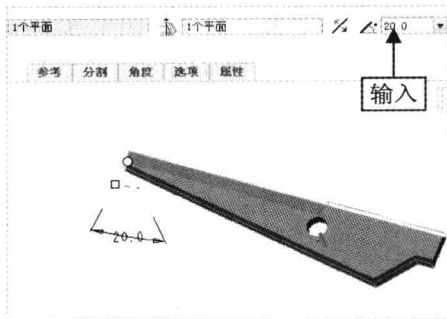

图 15-58 设置参数 1
Step 09 此时绘图区出现一个角度尺寸，双击尺寸数值，在弹出的尺寸数值框中输入 20，按【Enter】键确认，如图 15-58 所示。